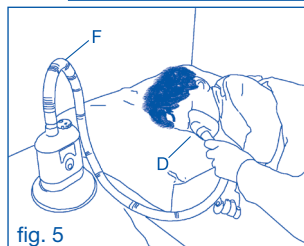

fig. 5
5. Per somministrare la dose di medicinale al paziente mentre è sdraiato (fig. 5), utilizzate il tubo di estensione (F) collegandolo da una parte alla mascherina (D) o (E) mentre dall'altra all'apparecchio opportunamente alloggiato nell'apposito supporto da tavolo (I).